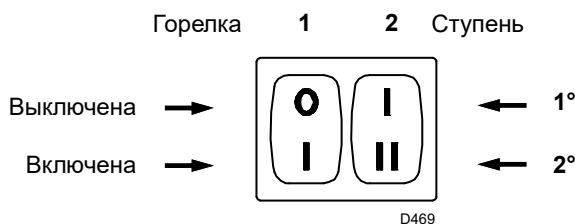

Рис. 18
- Запустите горелку, замыкая дистанционные регуляторы и выставляя выключатель 1) (Рис. 18) в положение ВКЛ. Насос должен вращаться в направлении стрелки, указанной на крышке.
- Когда дизельное топливо начнет выходить из винта 4) или 8), заливка насоса выполнена. Остановите горелку, устанавливая выключатель 1) (Рис. 18) в положении ВЫКЛ и затягивая винт 4) или 8).